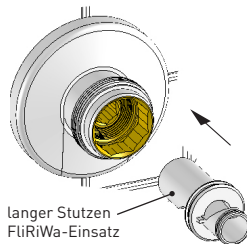

Bild 2 (Montage FLiRiWa-Einsatz)
- Längeren Stutzen des FLiRiWa-Einsatzes aus Kunststoff auf das Steigrohr im Mantelrohr bis zum Anschlag aufschieben (Bild 2).